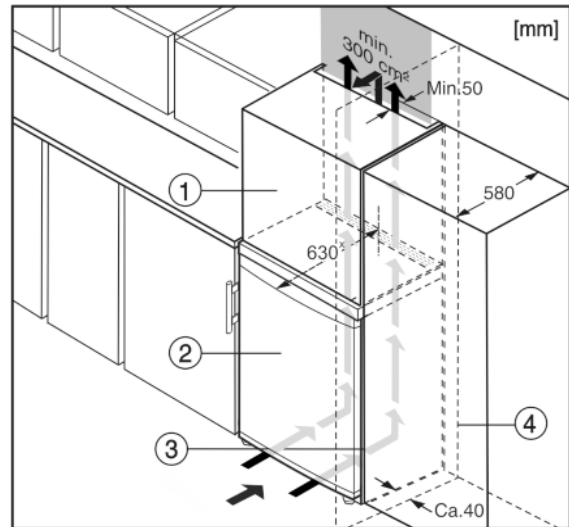

Fig. 5
Het apparaat kan in keukenkasten worden ingebouwd. Om het apparaat Fig. 5 (2) aan de hoogte van het keukenblok aan te passen, kan boven het apparaat een opzetkast Fig. 5 (1) worden aangebracht.
Bij een ombouw met keukenkasten (diepte max. 580 mm) kan het apparaat direct naast de keukenkast Fig. 5 (3) worden geplaatst. Het apparaat steekt aan de zijkant 34 mm x en in het midden 50 mm x uit ten opzichte van het keukenkastfront.
Plaatst u het apparaat met de scharnierkant naast een muur Fig. 5 (4), dan moet de afstand tussen apparaat en muur minstens 40 mm bedragen. Dit in verband met het uitsteken van de deurgreep bij een geopende deur.